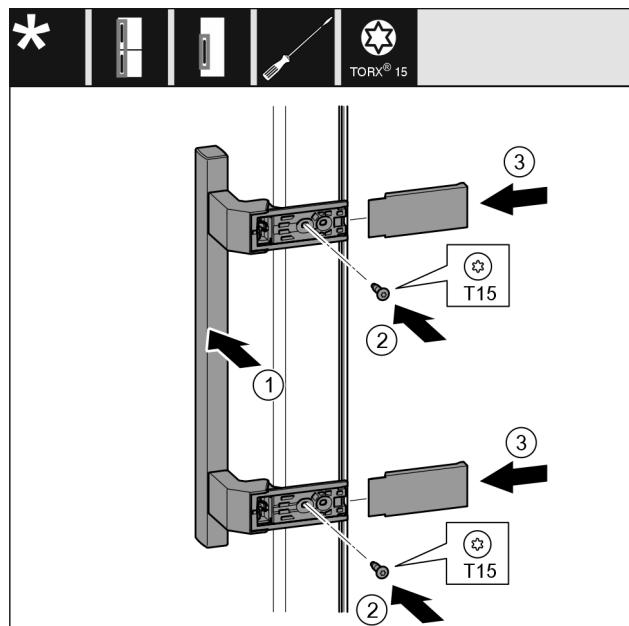

Fig. 22
- Поставете дръжката Fig. 22 (1) от другата страна.
- С отвертка затегнете винтовете Fig. 22 (2).
- Поставете отстрани капациите Fig. 22 (3) и ги нахлузете.